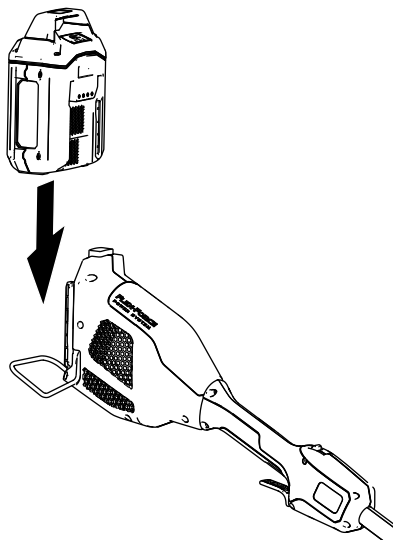

Figure 6
2. Alignez le creux de la batterie sur la languette du corps de la poignée (Figure 6).